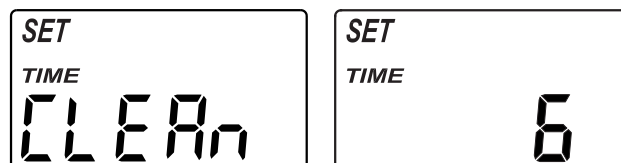

FIG. 29
2. Appuyez trois fois sur le bouton CHOISIR, jusqu'à ce que l'indication « SET CLEAN TIME » (régler la durée de nettoyage) s'affiche (consultez la figure 29).